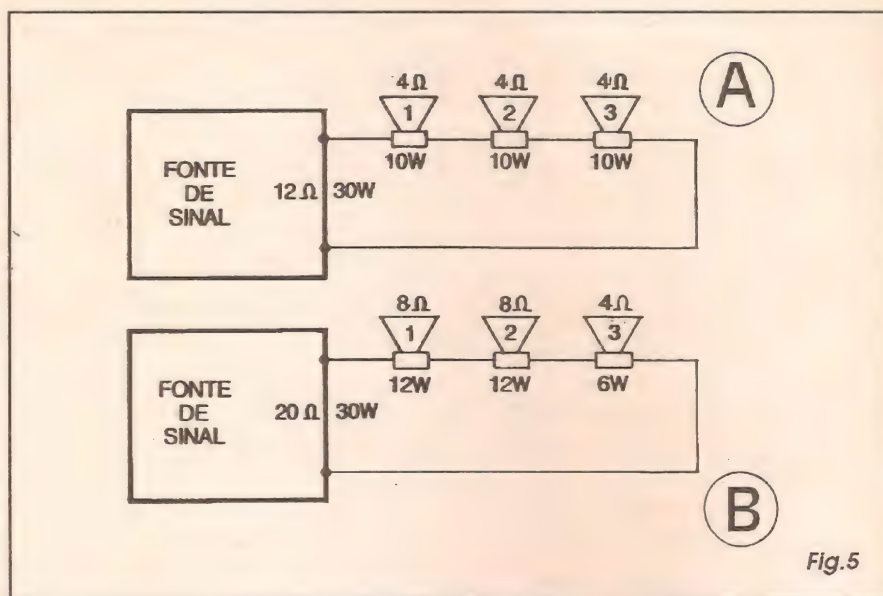

Fig.5
- FIG. 5 - A POTÊNCIA NOS ALTO-FALANTES EM SÉRIE - Num conjunto de falantes EM SÉRIE, é importante notar que a POTÊNCIA total fornecida ao grupo, pela fonte de sinal, é *proporcionalmente dividida* entre os transdutores individuais, sempre em função da IMPEDÂNCIA de cada falante envolvido! Dizendo de outro modo: no conjunto, os alto-falantes de *maior* IMPEDÂNCIA deverão *aguentar* o manuseio de *maior* POTÊNCIA, sempre de forma proporcional... No primeiro exemplo da figura (5-A) como os três falantes associados EM SÉRIE apresentam uma IMPEDÂNCIA INDIVIDUAL de 4 ohms, eles podem - para perfeito